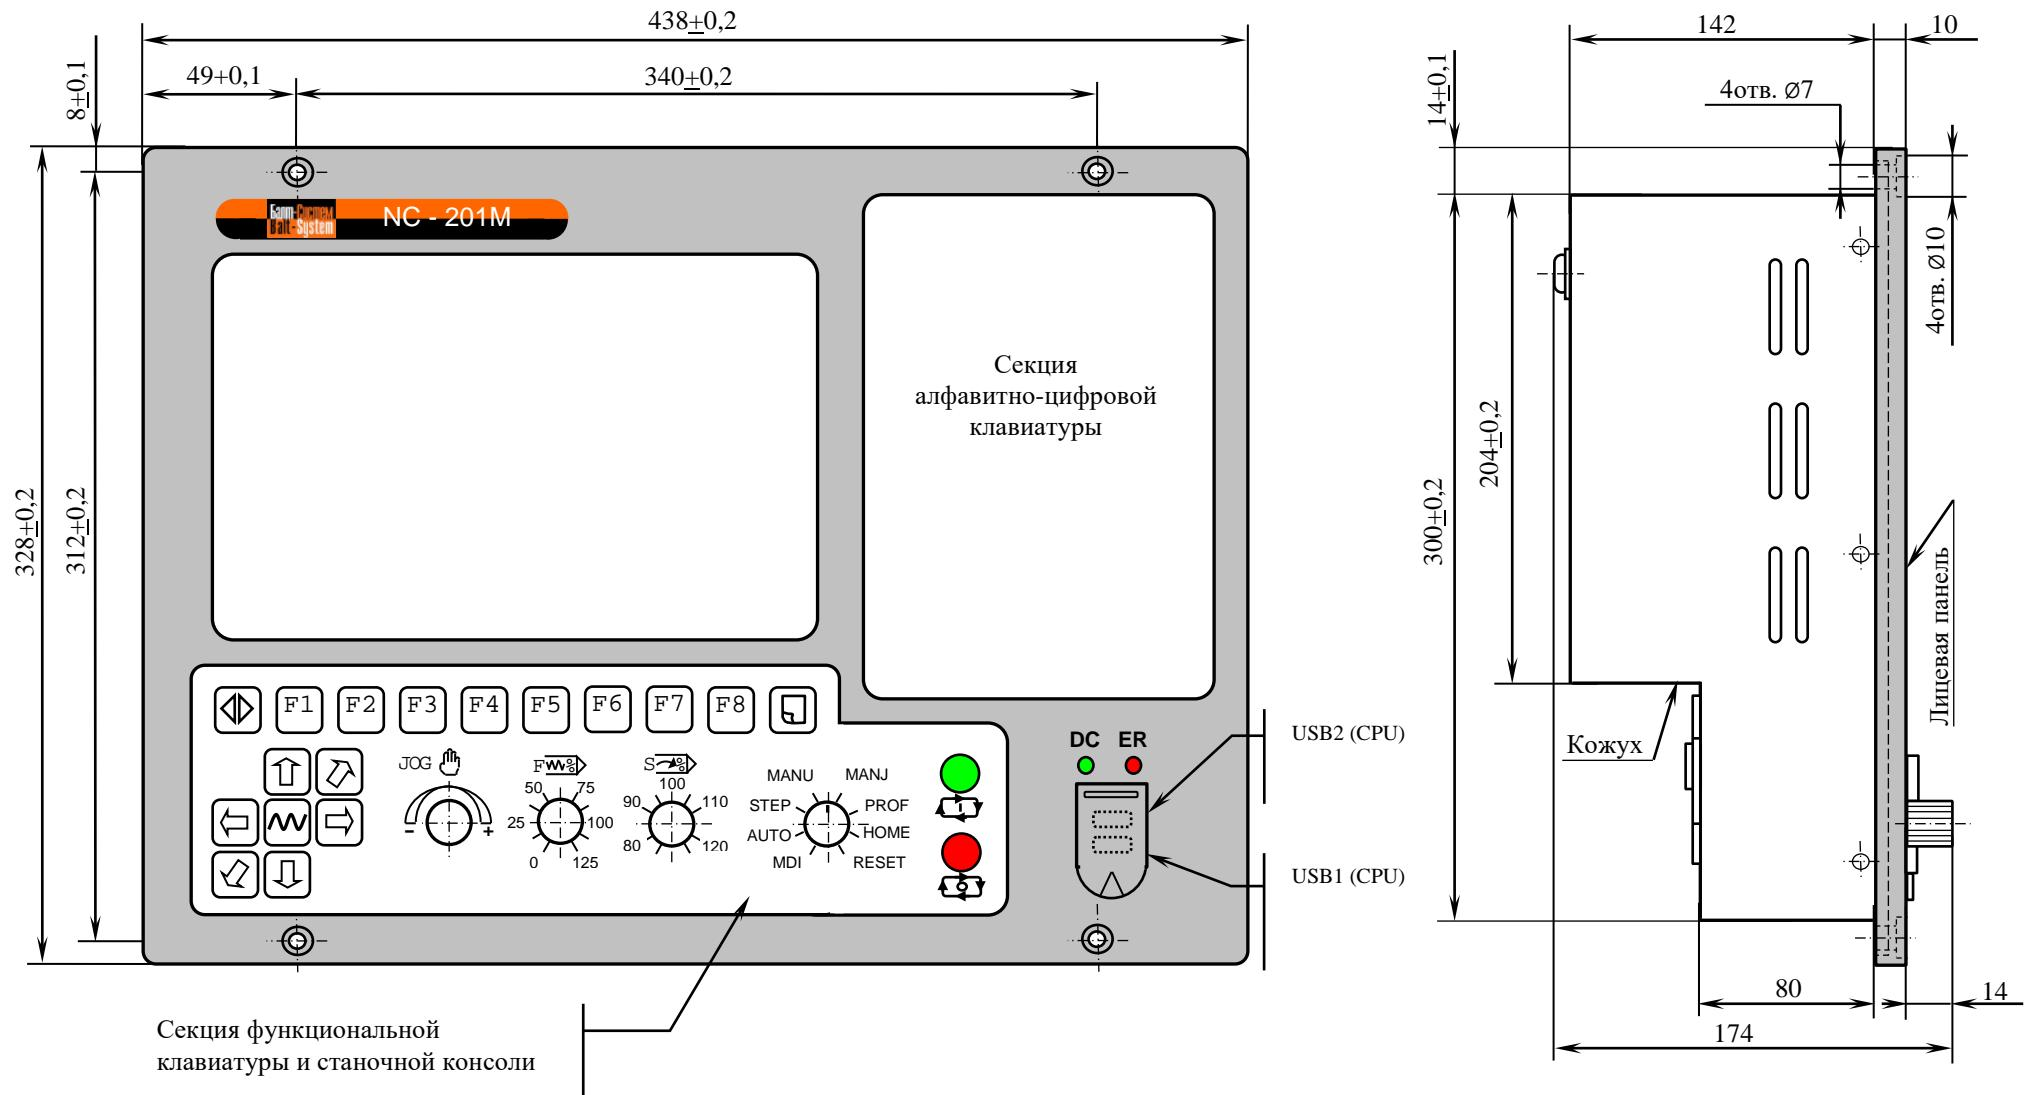

Рисунок 3.2 – Основные размеры УЧПУ NC-201M (основной вид и вид сбоку)
3.4.1 Комплект поставки УЧПУ соответствует разделу 4 Формуляра. Обязательный комплект поставки включает УЧПУ с установленной версией ПрО, комплект монтажных деталей, комплект эксплуатационной документации и **USB-FlashDisk 8Gb** с резервной копией версии ПрО. Для выхода в меню **USB-FlashDisk**, при включении или перезагрузке УЧПУ, нажмите клавишу **«+Z»** на секции функциональной клавиатуры и станочной консоли, рисунок 3.2.